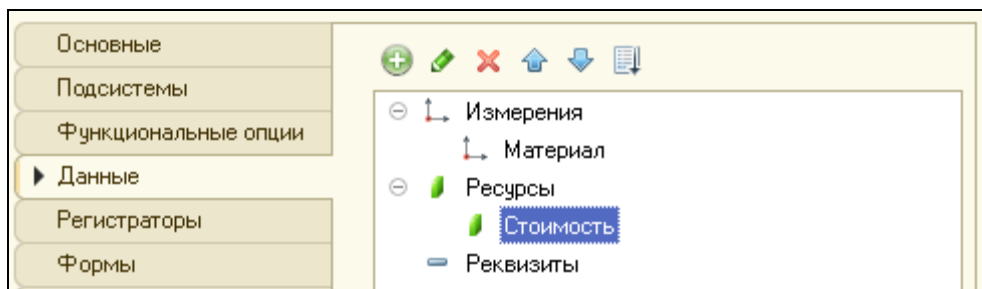

Рисунок 3.22 Измерения и ресурс регистра **Стоимость** материалы
3. На закладке **Данные** создать измерение – **Материал**, с типом **СправочникСсылка.Номенклатура** и один ресурс – **Стоимость**, тип – **число**, длина **10**, точность – **2**(рис.3.22).